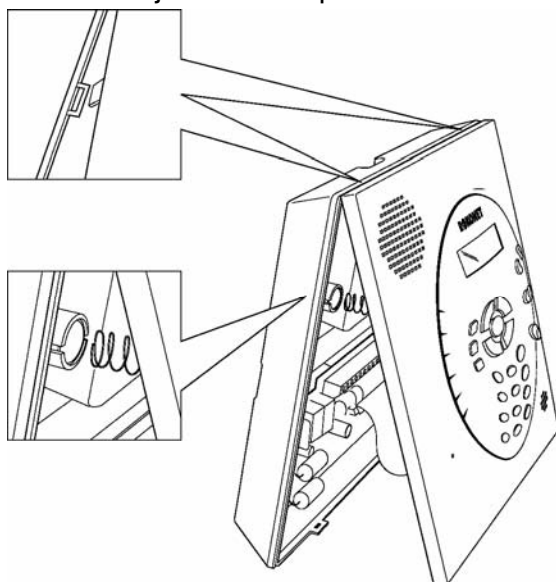

Figura 2-5: Aletas de Fijación y Resorte del Tamper
- ❖ Encaje el panel delantero en las aletas superiores de las ranuras apropiadas en el panel trasero. Preste atención a la colocación del resorte del tamper (ver figura 2-5).